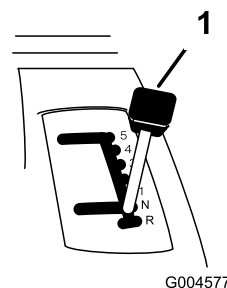

Bild 12
3. Indstil kørselshastighedsregulatoren til neutral position (Bild 12).